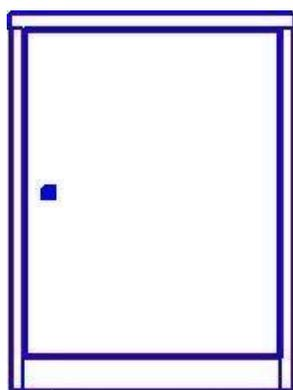
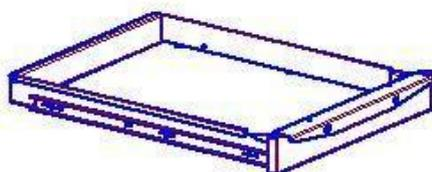

Рис.6
Рис.14
- 3.2. Ящики тумб (рис. 14÷16) фиксируются с помощью механизма центрального замка и могут запираться на навесной замок (кроме тумбы ТВ0). Варианты тумб представлены на рис. 6÷13.